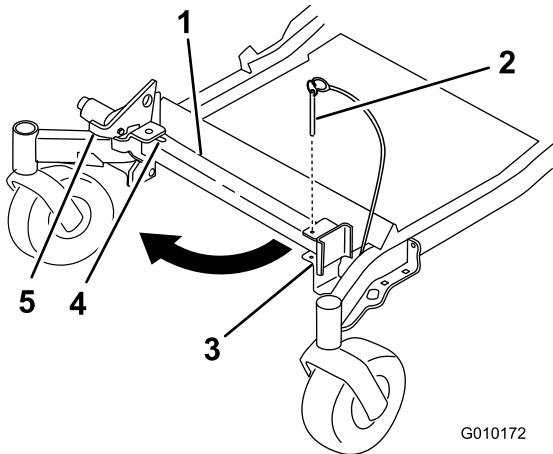
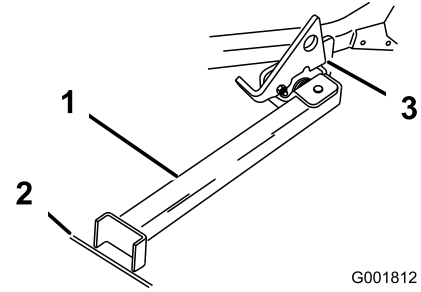

Figura 39
Figura 40
2. Retire el pasador del soporte (Figura 39).
4. Gire el pie del soporte hacia adelante, y deslice el soporte hacia la máquina, hasta que encaje en la parte de abajo de la ranura (Figura 39 y Figura 40).
5. Ponga el pie del soporte en el suelo con el enganche descansando sobre la pestaña de giro (Figura 40).
Nota: Para obtener los mejores resultados, coloque el pie del soporte en una ranura de la acera o en el césped (Figura 40).
7. Conduzca la máquina sobre el soporte. Pare cuando el enganche caiga por encima de la pestaña a la posición bloqueada (Figura 40).
5. Ponga el soporte de nuevo en su posición de descanso (Figura 39).